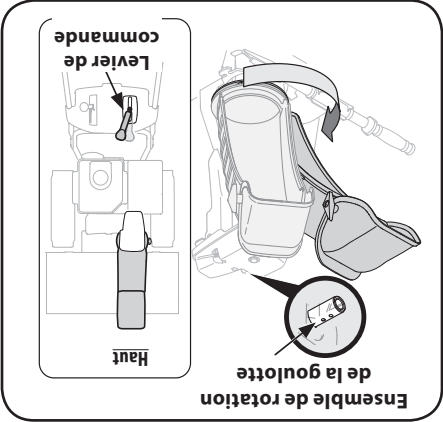

Figure 2-18
4. Serrez le déclencheur sur le levier de commande et pivotez la goulotte par la main pour faire face à l'avant de la souffluse. Les trous sur l'ensemble de rotation de la goulotte devraient être placés vers le haut. Voir la Figure 2-18.